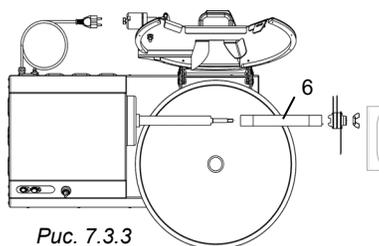

Рис. 7.3.3
- Поверните чашу «5», Рис. 7.3.3, часовой стрелки, чтобы отсоединить ее от места посадки.